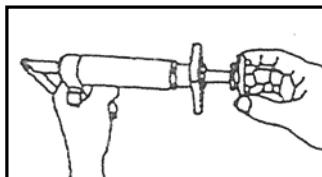

FIG 1
posizionare un adattatore magnetico appropriato (1) sullo strumento, quindi fuori dallo strumento sulla campana del freno. Vedere la FIG 1 (Il mandrino a pressione viene utilizzato per collegare l'adattatore magnetico al tubo a pressione. Il modo corretto per azionare il freno a mano è scegliere un adattatore magnetico appropriato e inserirlo nel mandrino a pressione installato nella campana del freno).